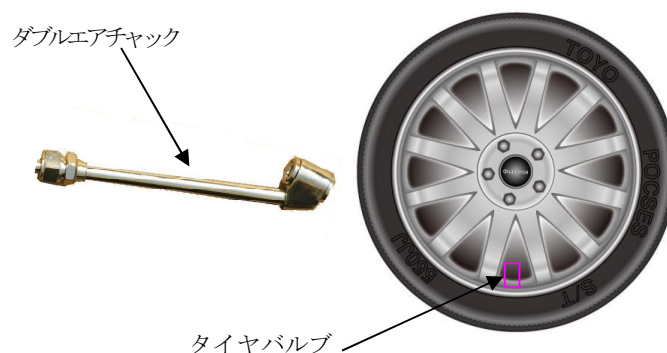

図5.3 ダブルエアチャックとタイヤバルブ
- (2). ダブルエアチャックをタイヤバルブにセットするとタイヤ内の圧力を感知して、開始音（ピッピッ）が鳴り、充填動作が自動的に開始されます。(図 5.3)
- (3). タイヤ内の圧力が設定した充填圧力になると完了音（ピーピーピー）が鳴り、充填終了を知らせます。
- (4). ダブルエアチャックをタイヤバルブから取り外して、エアホースを元に戻してください。